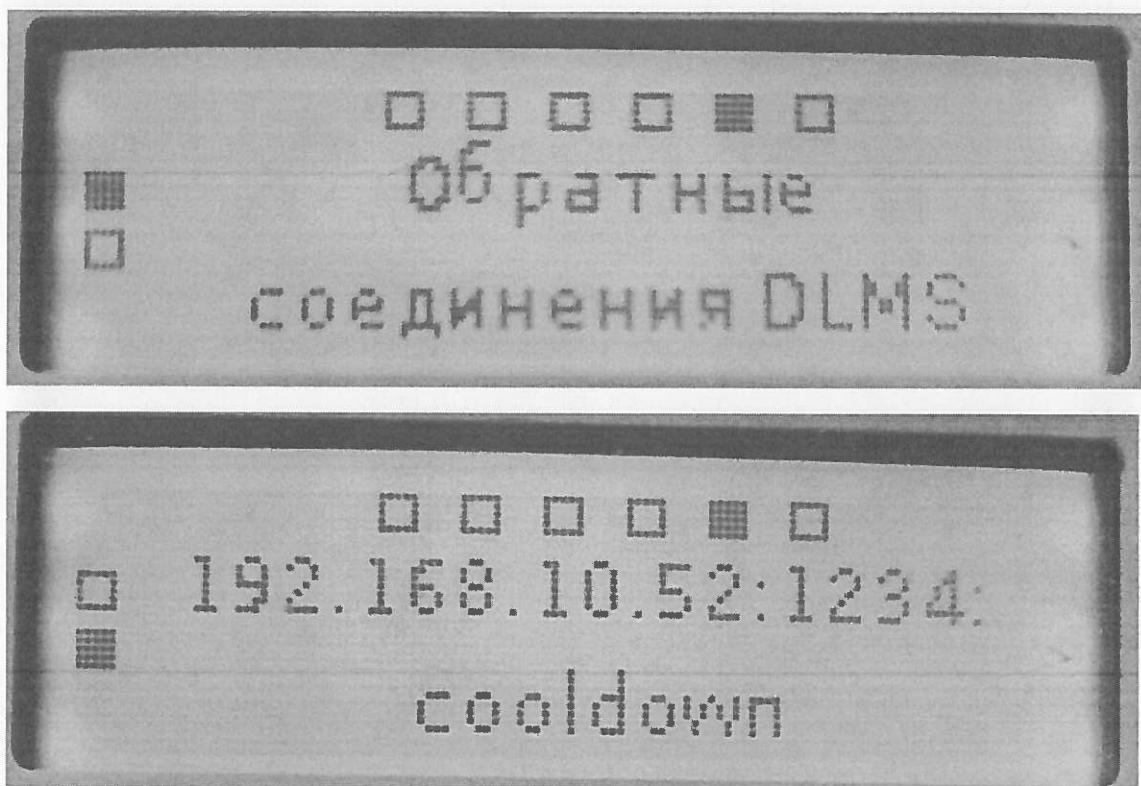

Рисунок 4.18
- отображает список соединений с центральным сервером и их состояние (отключен, подключен, подключается, ожидание и т.д.) (рисунок 4.18).